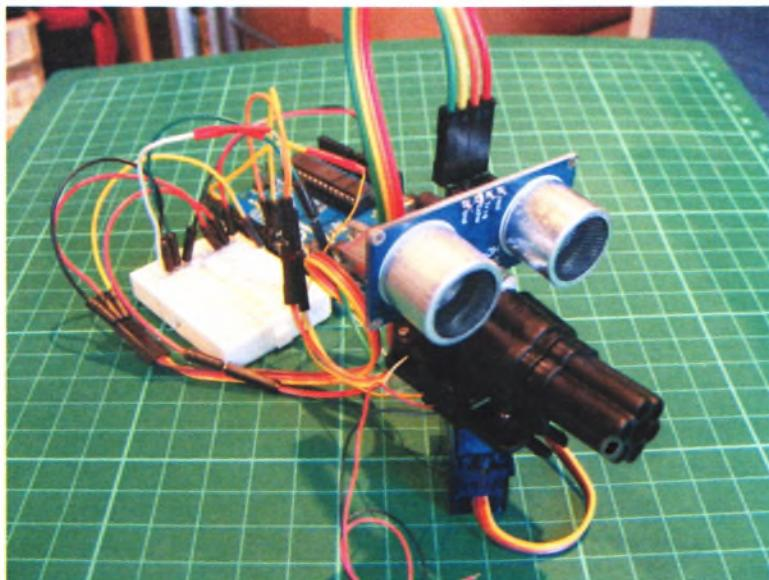

РИСУНОК 20.6
8. Ваша турель должна выглядеть так, как показано на рис. 20.6. Установите ракеты в пусковую установку.